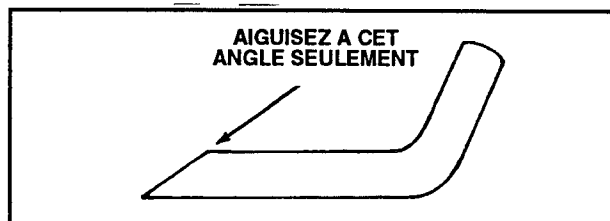

Figure 26
6. **AIGUISAGE DE LA LAME** – Au moyen d'une lime, affûter la partie supérieure de la lame (le côté dirigé vers le haut du carter de la tondeuse) en conservant l'angle de coupe original (fig. 26). Si la même quantité de métal est retirée sur chaque tranchant, la lame reste équilibrée.